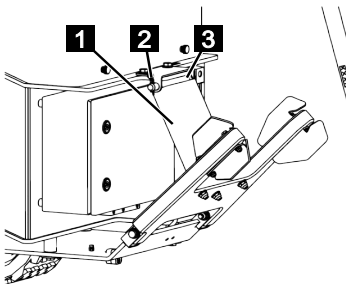

Fig. 193
2. Retirer la goupille (Fig.193/1).
3. Tenir le dispositif de centrage du bras de la nacelle (Fig.193/2) et retirer la goupille de verrouillage (Fig.193/3).